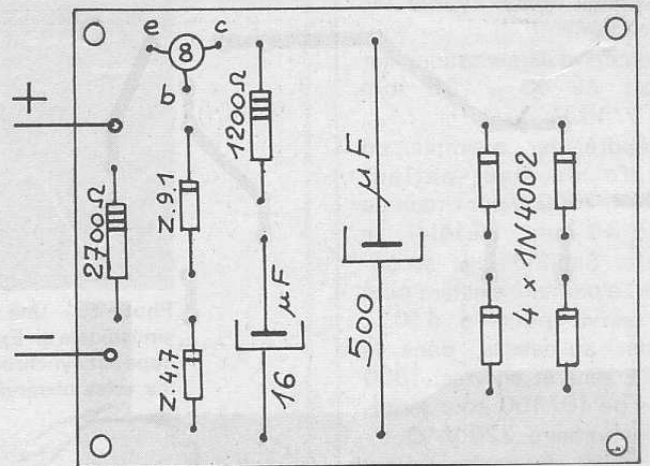
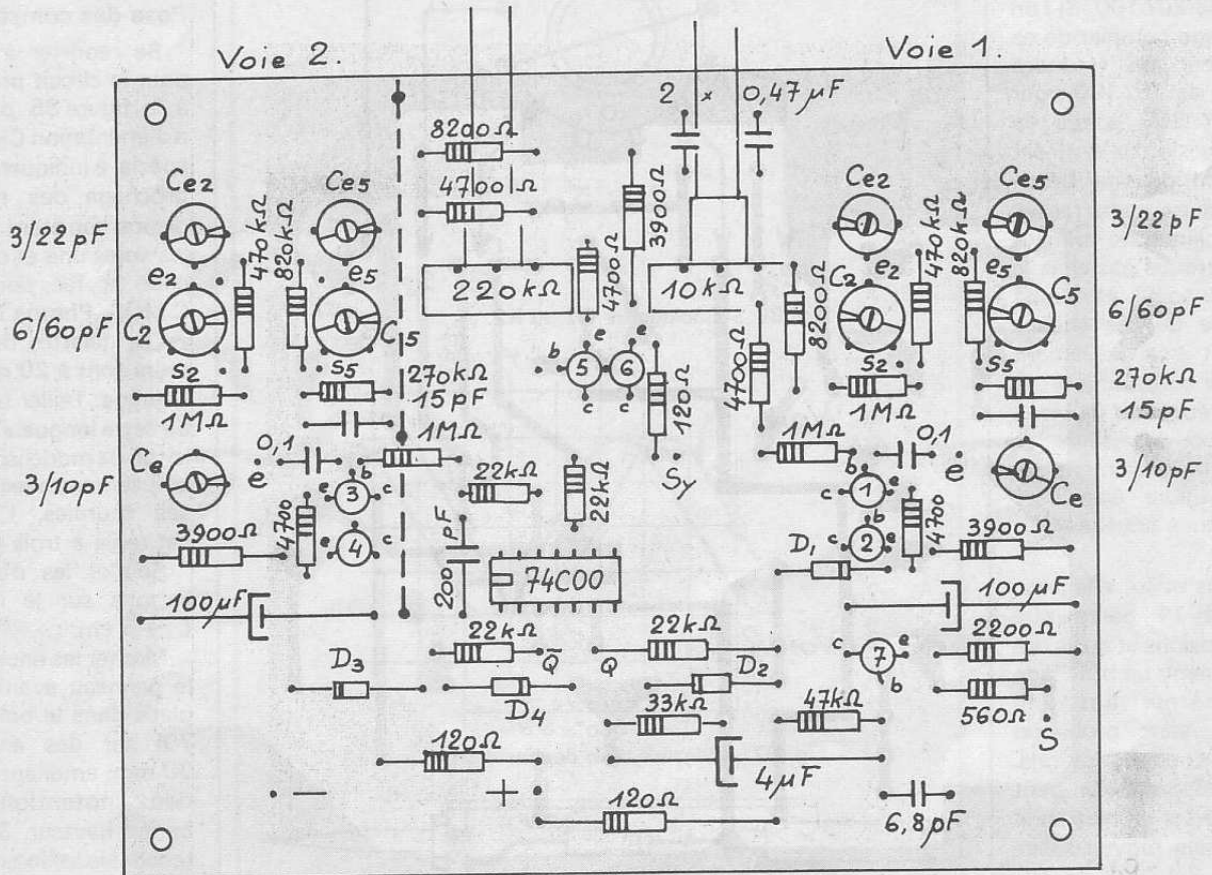

Fig. 85. - Composants C.I. 2.
Fig. 84. - Composants C.I. 1.
Se reporter à la figure 84 pour le circuit principal CI₁, et à la figure 85 pour le circuit d'alimentation CI₂. Rien de très spécial à indiquer. Attention au brochage des transistors, la disposition étant inversée dans les voies une et deux. Débrancher le fer pour souder le C.MOS. Photos I et J.
- Reprendre maintenant le générateur d'étalonnage décrit le mois dernier et l'utiliser en 1000 Hz, 10 Vcc. Revenir en branchement 2 voies. P₁ à mi-course. Nous allons décrire le processus à suivre pour régler la voie 1. Il suffira de le reproduire pour la voie 2 (se reporter à la fig. 84 pour la position des réglages).